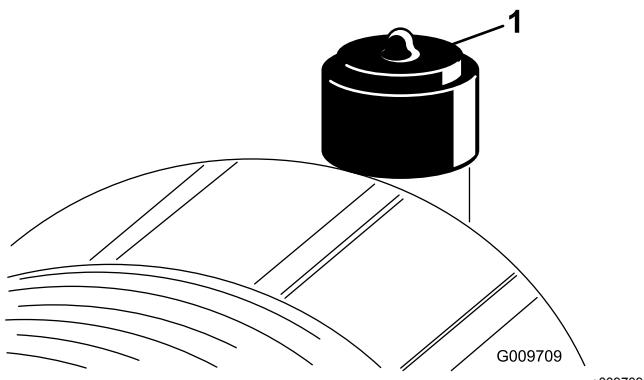

Figura 72
Effettuate la manutenzione del filtro dell'aria quando l'indicatore (Figura 72) lo richiede. Sostituendo il filtro dell'aria prima del necessario si aumenta il rischio che la morchia penetri nel motore quando si toglie il filtro.
9. Se la spia (Figura 72) è rossa, resettatela.